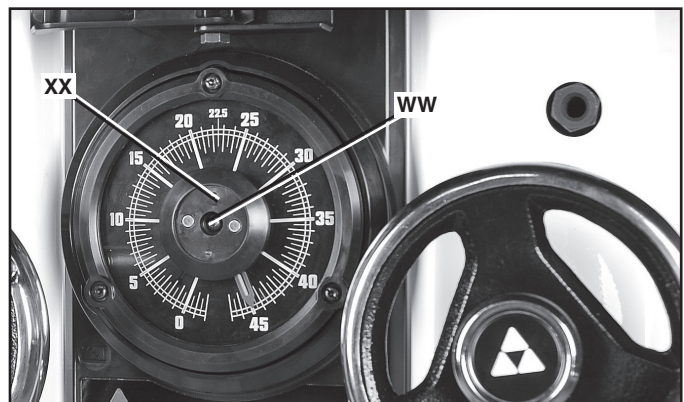

FIG. 44
2. Quite el tornillo (WW), Fig. 44, con una llave T20 y retire la tapa central (XX), Fig. 44.
5. Reemplace la tapa central (XX), Fig. 44. Asegúrese de que la junta tórica de goma quede asentada detrás de la tapa.